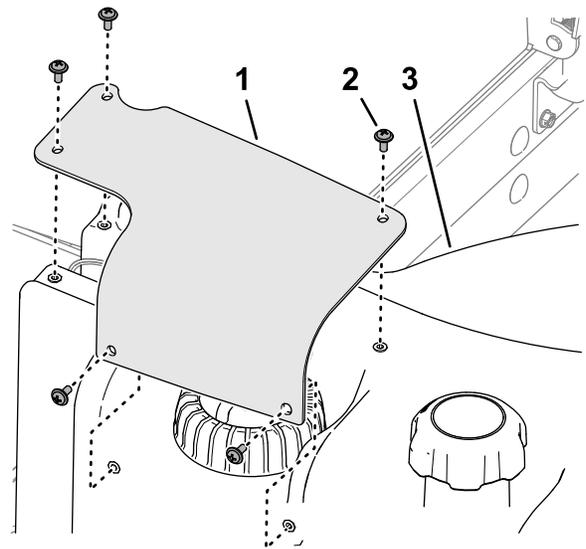

图 94
7. 将燃油发送器盖上的孔与油箱上的孔对齐，然后用 5 颗十字头螺丝将盖固定到油箱上（图 94）。